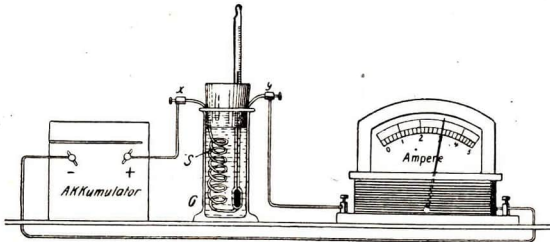

Abb. 370. Bestimmung des Wärmewertes von 1 Watt
3. Die Spannungsmesser (Voltmeter) sind gebaut wie die Amperemeter, nur zeigen sie einen ungeheuer großen Widerstand  $W$  (bis  $20000 \Omega$ ). Sie dürfen also nie in den Arbeitsstromkreis selbst eingeschaltet werden. Man legt sie nur im **Nebenschluß** an die Klemmen  $x, y$  jenes im Stromkreis befindlichen Apparates (Motor, Spule, Lampe, Heizapparat, elektrolytisches Bad), dessen Spannungsverbrauch  $E$  man gerade messen möchte. (Vgl. z. B. Abb. 370.)
**Schülerübung.** (Abb. 370.) In einem mit 80 g Wasser gefüllten kleinen Zylinder befinde sich eine Heizspirale *S*. Wir schließen diese an einen Akkumulator und ein Amperemeter an. **Stromstärke  $i = 3$  Amp** (siehe Abb. 370!). — Wir messen